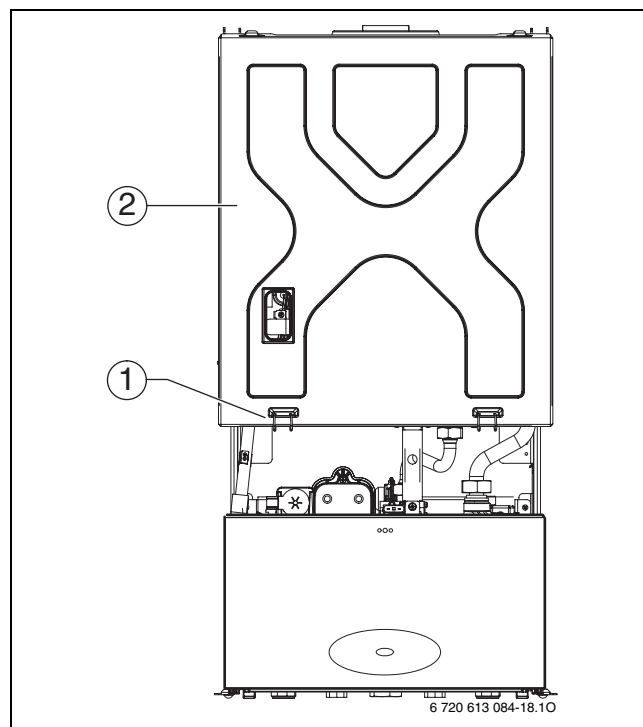

Fig. 47 Se deschide camera de aer
- Îndepărtați cele două cleme (1) și ridicați capacul cutiei de aer (2) (→ fig. 47).